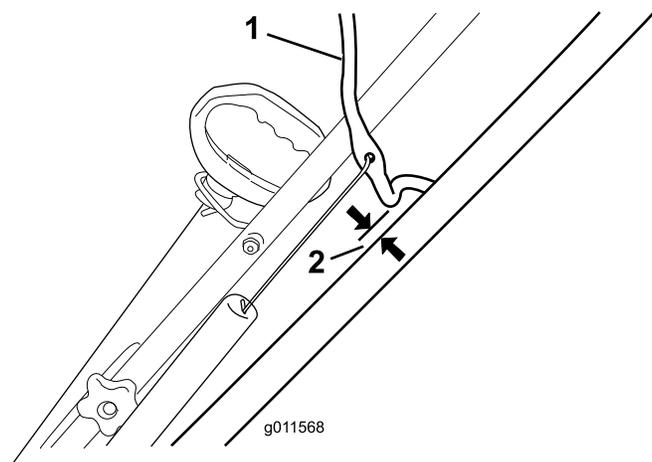

Figure 23
Rapprochez la barre de commande du guidon pour tendre le câble de commande (Figure 23).
**Remarque:** Vérifiez que la barre de commande et le guidon sont espacés de 2 à 3 mm (1/16 à 1/8 po) (Figure 23).